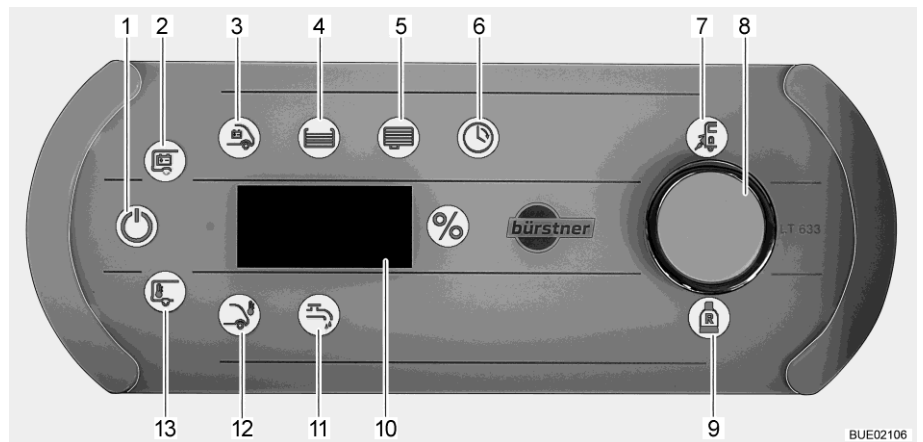

Bild 109 Panel LT 633
Das Symbol Netzkontrolle (Bild 109,7) leuchtet, wenn das Fahrzeug mit 230-V-Netzspannung versorgt wird. Die Batterien werden geladen.
- Den Drehtaster (Bild 109,8) kurz drücken. Das Symbol 12 V EIN (Bild 109,1) leuchtet. Wenn die Symbole 12 V EIN und Wohnraumbatterie (Bild 109,2) dreimal blinken, ist die Spannungsversorgung stillgelegt.
- Den Drehtaster (Bild 109,8) drücken und ca. 5 Sekunden lang gedrückt halten. Das Symbol Wohnraumbatterie (Bild 109,2) blinkt und auf der Anzeige (Bild 109,10) wird "On" angezeigt.
- Den Drehtaster loslassen. Das Symbol 12 V EIN (Bild 109,1) leuchtet. Die Spannungsversorgung ist eingeschaltet.
- Wasserpumpe ein-/ ausschalten:** ■ Den Drehtaster drehen, bis das Symbol Wasserpumpe (Bild 109,11) leuchtet. Auf der Anzeige wird der momentane Schaltzustand ("On" oder "OFF") dargestellt.
- Wenn die Wasserpumpe eingeschaltet ist, leuchtet das Symbol Wasserpumpe (Bild 109,11).
- Batteriewerte anzeigen:** ■ Den Drehtaster drehen, bis das Symbol Wohnraumbatterie (Bild 109,2) leuchtet. Die Batteriespannung der Wohnraumbatterie wird auf der Anzeige ca. 20 Sekunden lang angezeigt (z. B. "13,8U" für 13,8 Volt).
- Den Drehtaster drehen, bis das Symbol Starterbatterie (Bild 109,3) leuchtet. Die Batteriespannung der Starterbatterie wird auf der Anzeige ca. 20 Sekunden lang angezeigt.
Das Symbol Reserve-Gasflasche (Bild 109,9) leuchtet, wenn die Reserve-Gasflasche verwendet wird.
- Den Drehtaster drehen, bis das Symbol Innentemperatur (Bild 109,13) oder Außentemperatur (Bild 109,12) leuchtet. Auf der Anzeige wird die angewählte Temperatur angezeigt.
- Den Drehtaster drehen, bis das Symbol Uhr (Bild 109,6) leuchtet.